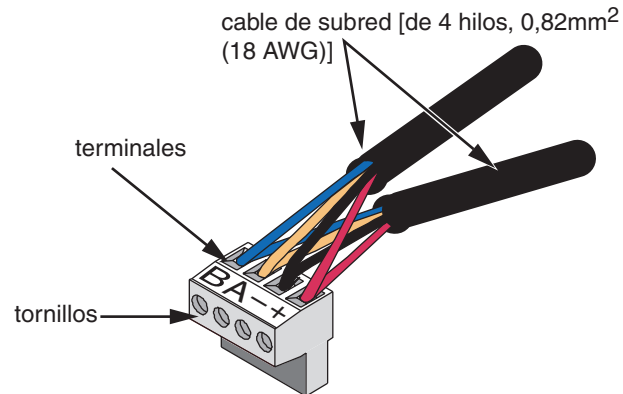

Figura 4: Instalación de los hilos del conector de subred
3. Utilizando un cable de subred de 4 hilos, 0,82 mm² (18 AWG) (cable general 236100, Belden 27326 o uno equivalente), inserte uno de los cuatro hilos de color en el terminal B del enchufe del conector de la subred (vea la Figura 4).
4. Si lo va a conectar a otro tablero esclavo, inserte el hilo del mismo color del siguiente cable de 4 hilos, 0,82 mm² (18 AWG) en el terminal B (vea la Figura 4).
6. De la misma manera, sujete los hilos en los demás terminales A, - y + (vea la Figura 4).